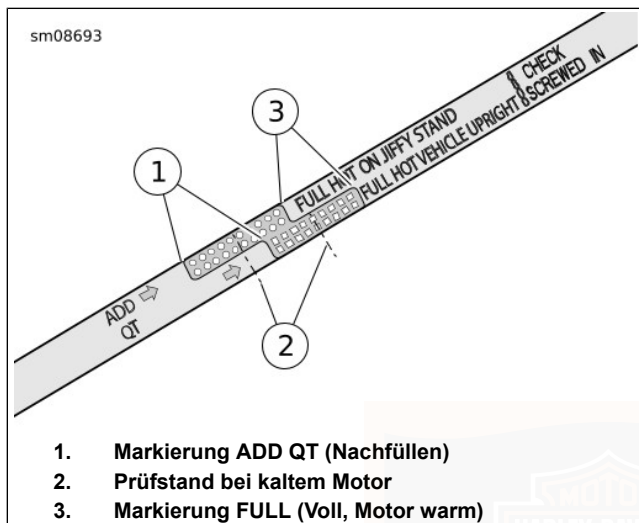

Abbildung 85. Motorölmessstab
- e. Siehe Abbildung 85. Ölstand prüfen. Der korrekte Ölstand bei kaltem Motor liegt auf halbem Wege (2) zwischen den Markierungen ADD QT (Nachfüllen) (1) und FULL HOT (Voll, heiß) (3) auf dem Ölmessstab.
5. Ölstand prüfen. Nur so viel Öl nachfüllen, um den Füllstand zwischen die Ölmessstab-Markierungen ADD QT (1) und FULL HOT (3) zu bringen.
- e. Siehe Abbildung 85. Ölstand prüfen. Der Ölstand sollte zwischen den Markierungen ADD QT (Nachfüllen) und FULL HOT (Voll, heiß) auf dem Ölmessstab stehen.